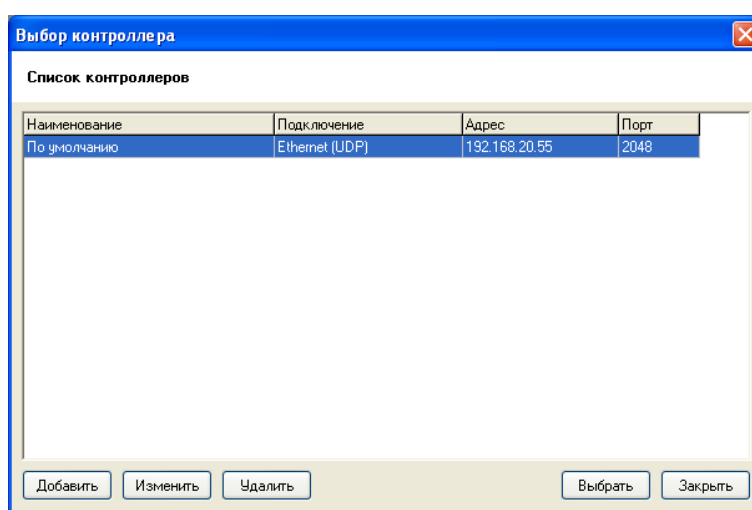

Рисунок 269
- 5) Выберите пункт меню "Контроллер/Получить конфигурацию из контроллера". Откроется окно "Выбор контроллера" (см. Рисунок 269).